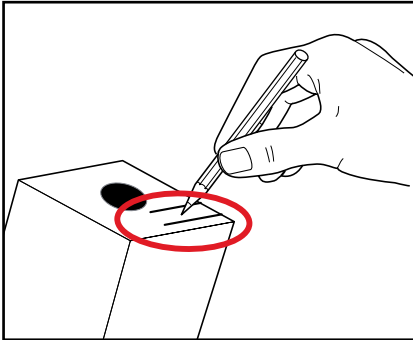

Рис. 4
6. Следовать указаниям, нанесенным на упаковку. Написать на упаковке минимальный срок использования продукта. (Рис. 4)